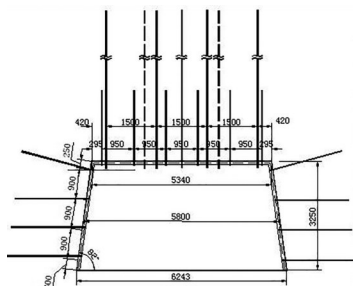
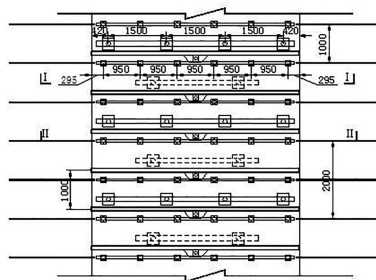

图2 钢棚支护正视图
图3 钢棚支护俯视图
(4)帮锚杆采用MG500-22-2500型左旋无纵筋高强度螺纹钢锚杆。帮锚杆直径:φ=22mm。帮锚杆长度:L=2500mm。每排8根,帮锚杆间排距850mm×1000mm,上部锚杆距顶板250mm,并向上倾斜15°;下部锚杆距底板400mm,垂直巷帮打设。钢棚支护正视图见图2、俯视图见图3。